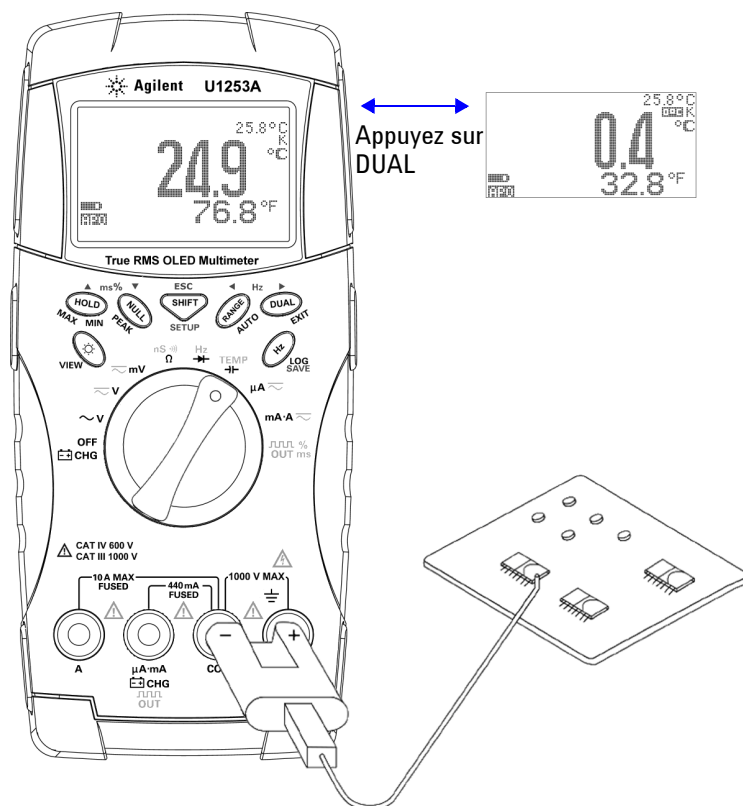

Figure 2-12 Mesure de température de surface
- 3 Branchez l'adaptateur de thermocouple (la sonde à thermocouple étant connectée) aux bornes d'entrée **TEMP (rouge)** et **COM (noire)** (reportez-vous à la Figure 2-12 à la page 52).